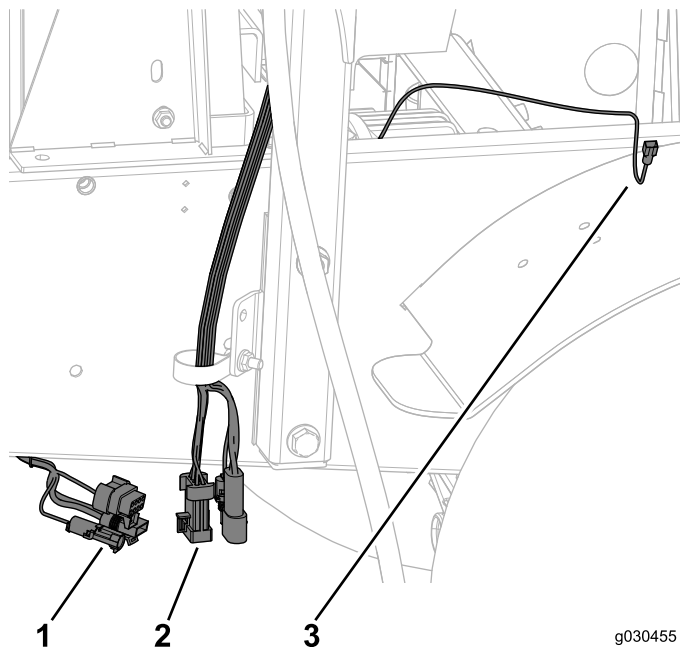

Bild 61
1. Schließen Sie den Kabelbaum, der an der Maschine befestigt ist, vom Kabelbaum ab, der an der Kabine befestigt ist (Bild 61).